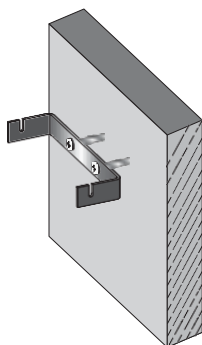

Figura 3.
4. Fije el soporte a la pared o estructura adecuada. Los tornillos de fijación del soporte no se incluyen con el equipo y deben ser adquiridos según el tipo de material al que será fijado. Figura 3.